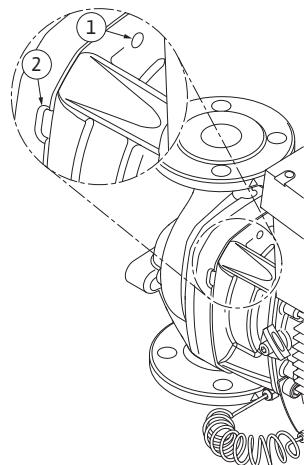

*Fig. 47: Опциональное крепление съемного блока*
11. Отвернуть и извлечь винты (рис. 7, поз. 3). На некоторых типах насосов выворачиваются внешние винты (рис. 47, поз. 3). Съемный блок (см. рис. 13) после извлечения винтов остается в стабильном положении на корпусе насоса. Опасность опрокидывания, в том числе при горизонтальном расположении вала мотора, не возникает.
16. В зависимости от типа насоса отвернуть винты (рис. 7, поз. 10) или винты (рис. 47, поз. 8).
22. Промежуточный корпус осторожно надеть на вал и установить в прежнем или другом требуемом угловом положении относительно фланца мотора. Соблюдать допустимые варианты монтажа компонентов (см. главу 7.1 «Допустимые варианты монтажа и изменение расположения компонентов перед установкой» на стр. 188). Промежуточный корпус закрепить на фланце мотора при помощи винтов (рис. 7, поз. 10) **или** — для типов насоса/промежуточного корпуса согласно (рис. 47) — винтов (рис. 47, поз. 8).